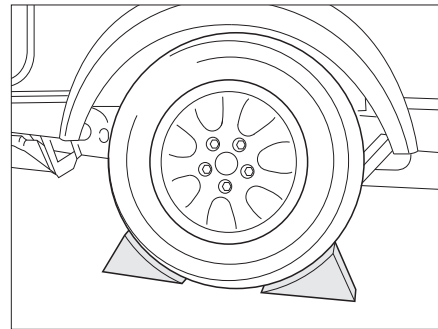

Fig. 181 Asegurar el vehículo
- Colocar zapatas de freno u objetos similares adecuados debajo de la rueda opuesta para asegurar el vehículo (Fig. 181).